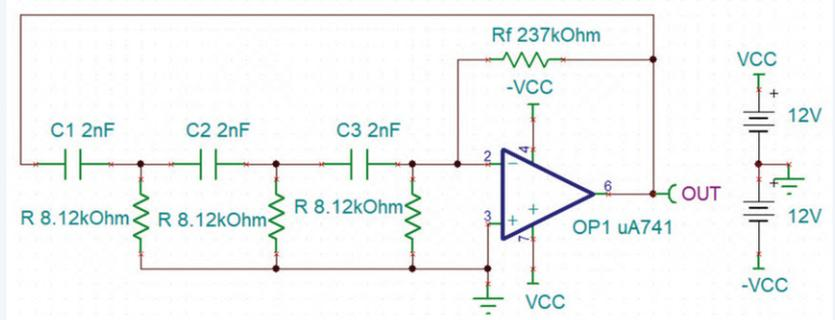

Bild 2. Schaltbild des RC-Oszillators.
**Bild 2** zeigt die Schaltung. Das RC-Netzwerk ist mit dem invertierenden Eingang des Operationsverstärkers verbunden. Unter der Annahme, dass die Widerstände und Kondensatoren gleich sind, muss die Spannungsverstärkung des Verstärkers größer oder gleich 29 sein, das heißt: